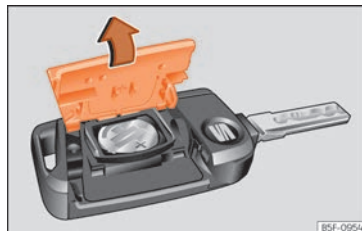

Abb. 80 Fahrzeugschlüssel: Deckel des Batteriefachs öffnen.
- Abdeckung auf der Rückseite des Fahrzeugschlüssels »» **Abb. 80** in Pfeilrichtung abnehmen »» ❶.
- Abdeckung wie gezeigt ansetzen »» **Abb. 80** und entgegen der Pfeilrichtung auf das Fahrzeugschlüsselgehäuse drücken, bis sie einrastet.